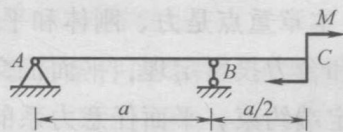

图 1-5
(5) 图 1-5 所示的外伸梁 C 端作用一个力偶, 其力偶矩为 M , 则 B 处支座反力大小应为 ()。